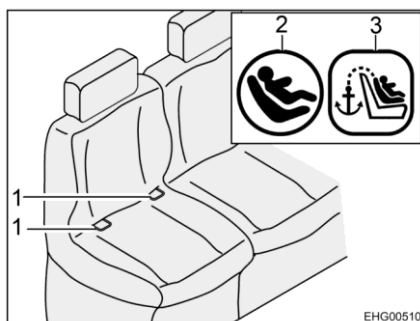
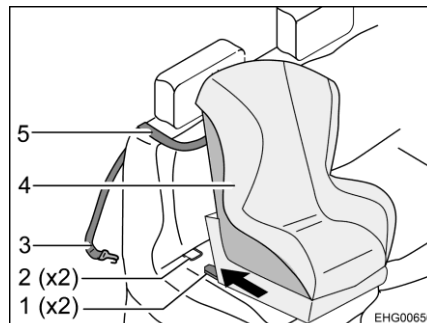

Bild 10 Stol med Isofix
Bild 11 Fastsättning med övre hållrem
- För det övre hållremsskärp (Bild 11,5) över ryggdynan (mellan nackstöd och säkerhetsbältets omstyrning).
- Haka fast fästkroarna (Bild 11,3) på förankringspunkten på baksidan av nackstödet på fordonssitsen.
- Låt låsarm (Bild 11,1) i fästbygel (Bild 10,1 och Bild 11,2) klicka på plats. Ett tydligt klickande ljud ska höras.
- Kontrollera med ett kraftigt ryck om barnstolen (Bild 11,4) sitter fast.